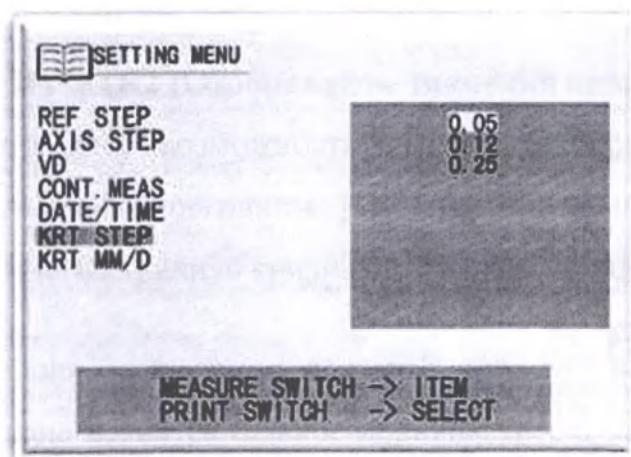

Рисунок 55 – Экран настройки KRT STEP
- Нажмите кнопку измерения на ручке управления, переместите курсор на пункт KRT STEP (рисунок 55).